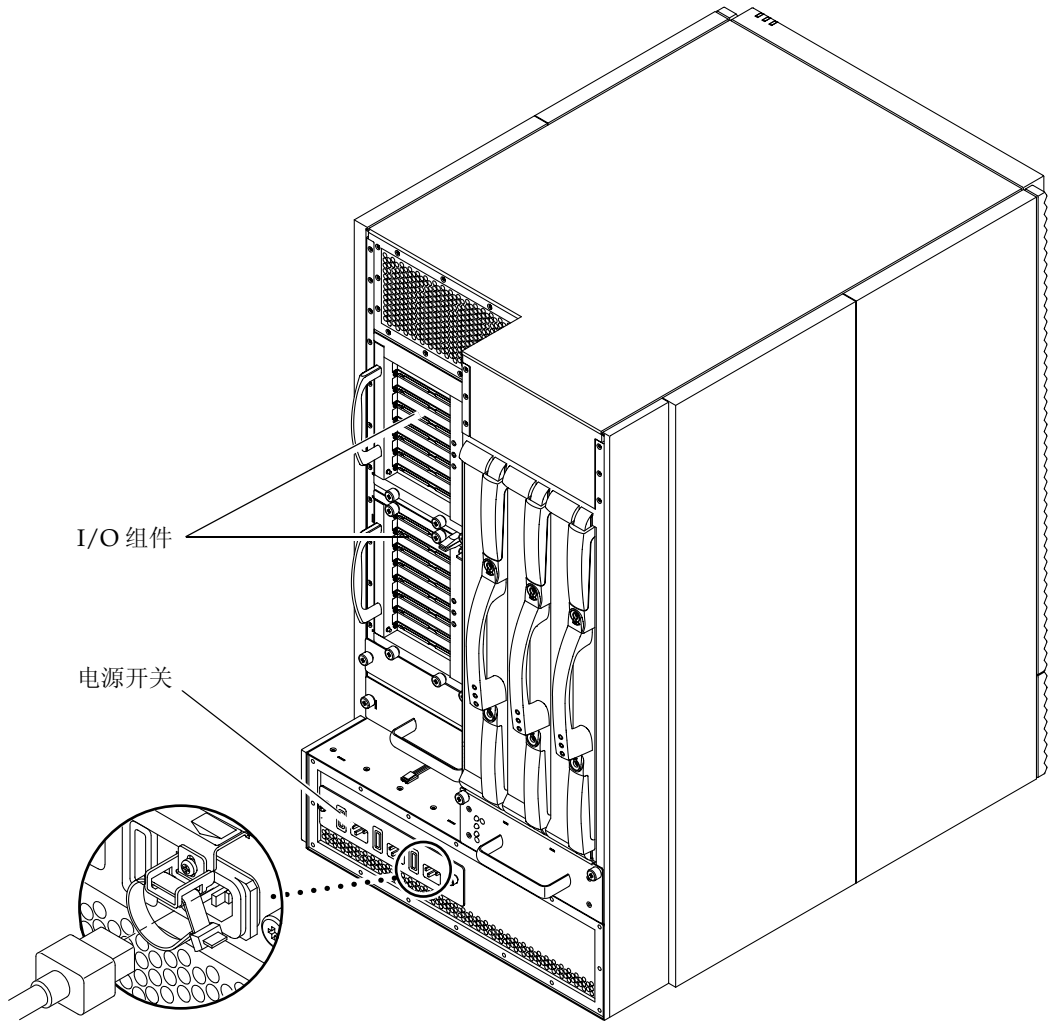

图 4-1 Sun Fire 4800 系统上的电源开关、电源线插座和 I/O 组件位置
1. 将所有电源开关都设到 **Off**（关闭）位置（图 4-1）。
I/O 部件为域提供网络接口和外围设备入口（图 4-1）。
1. 将所有电源开关都设到 On（打开）位置（图 4-1）。
6. 将所有电源开关都设到 On（打开）位置（图 4-1）。